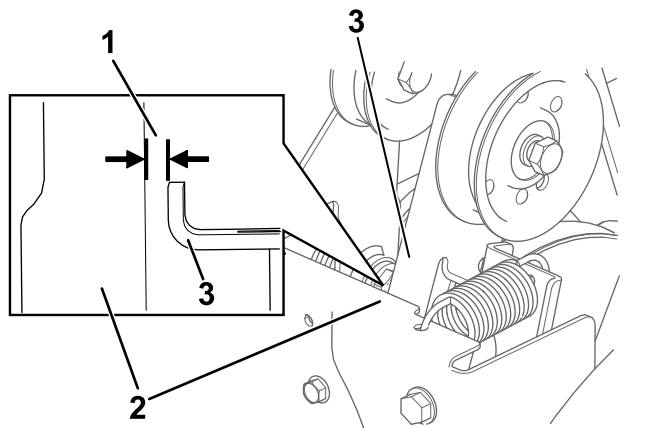

Рисунок 26
- При отпущенном рычаге шнека/крыльчатки убедитесь, что зазор между рычагом муфты шнека и рамой машины составляет 1,5 мм как показано на (Рисунок 26).